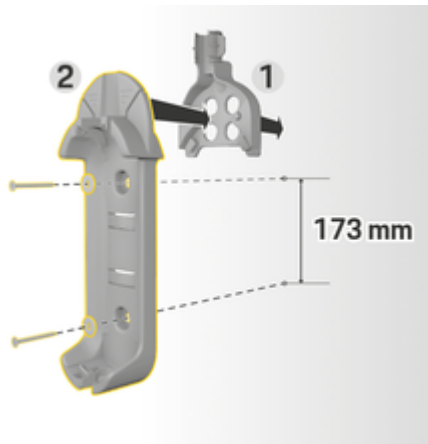

图 6: 钻孔尺寸
3. 将基本壁挂支架 2（图 6）从前面按入电缆线路导体 1（图 6）中。